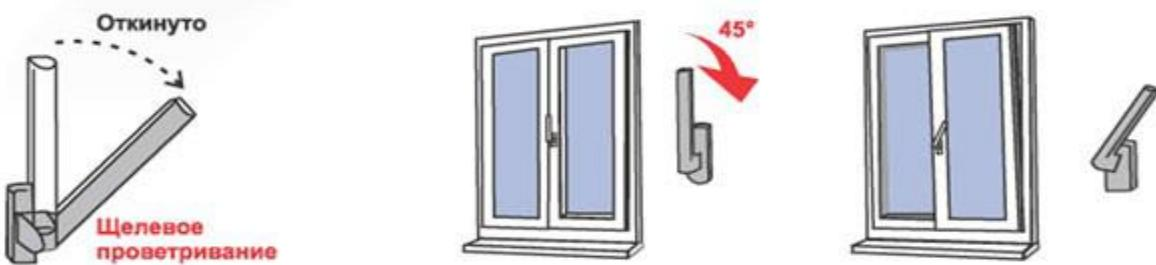

Рис. 3
4) Для перевода створки в положение «Проветривание» ручку поворачивают из положения «Откинуто» в положение «Проветривание» на 45 градусов (см. Рис. 3). При этом створка окна (после небольшого поворота относительно нижней горизонтальной оси) фиксируется, будучи неплотно прижатой к раме окна вверху. Зазор между рамой окна и створкой (в верхней части) в данном режиме может составлять от 5 до 10 мм. и регулируется небольшим поворотом ручки (**щелевой режим**).